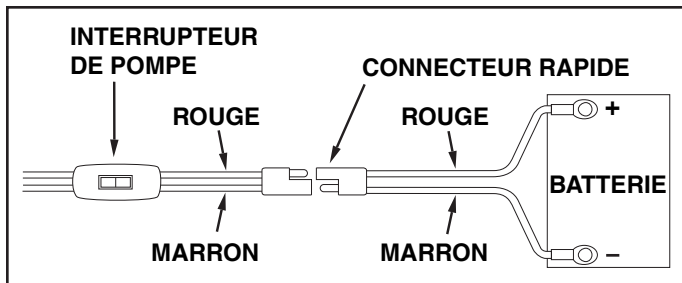

FIGURE 9
16. Attachez l'épandeur à l'attelage de tracteur et raccordez le câblage à la batterie de tracteur. Le fil rouge doit être connecté à la borne positive de la batterie ou à la connexion sous tension existant sur un interrupteur ou ampèremètre du tracteur. Le fil marron peut être mis à la terre ou connecté à la borne négative de la batterie. Voir figures 9 et 10.